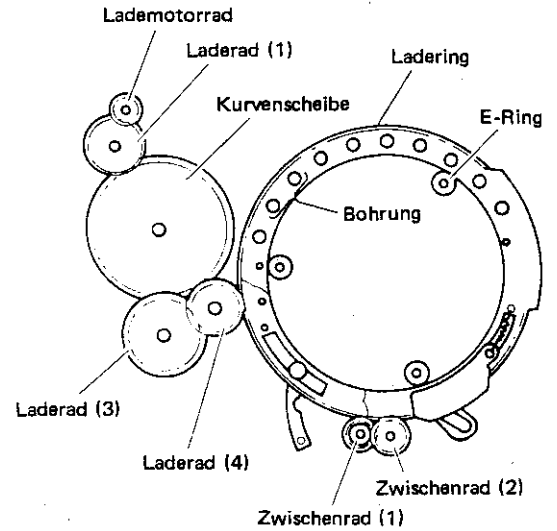

Abb. 2-6 Ladering (3)
2. Die Ringe bei dieser Ausrichtung anbringen. Hier kann der Arbeitsvorgang erleichtert werden, wenn einer der drei E-Ringe zunächst komplett befestigt wird (siehe Abb. 2-6).
6. Laderad (4) so einbauen, daß dessen Verzahnung bei Laderad (3) und Aufwickelladering eingerastet ist (siehe Abb. 2-6).
- Hierbei muß die markierte Verzahnung von Laderad (4) ungefähr bei der 3-Uhr-Position stehen und gleichmäßig beim Aufwickelladering eingerastet sein.
7. Den Lade-/Entladevorgang mehrmals wiederholen. Sicherstellen, daß die markierte Verzahnung von Laderad (4) korrekt auf den Ladering ausgerichtet ist und der mechanische Ablauf einwandfrei ist.
8. Bei gestörtem mechanischen Ablauf nochmals den Zusammenbau vornehmen. Hierbei nicht Laderad (1) beschädigen.